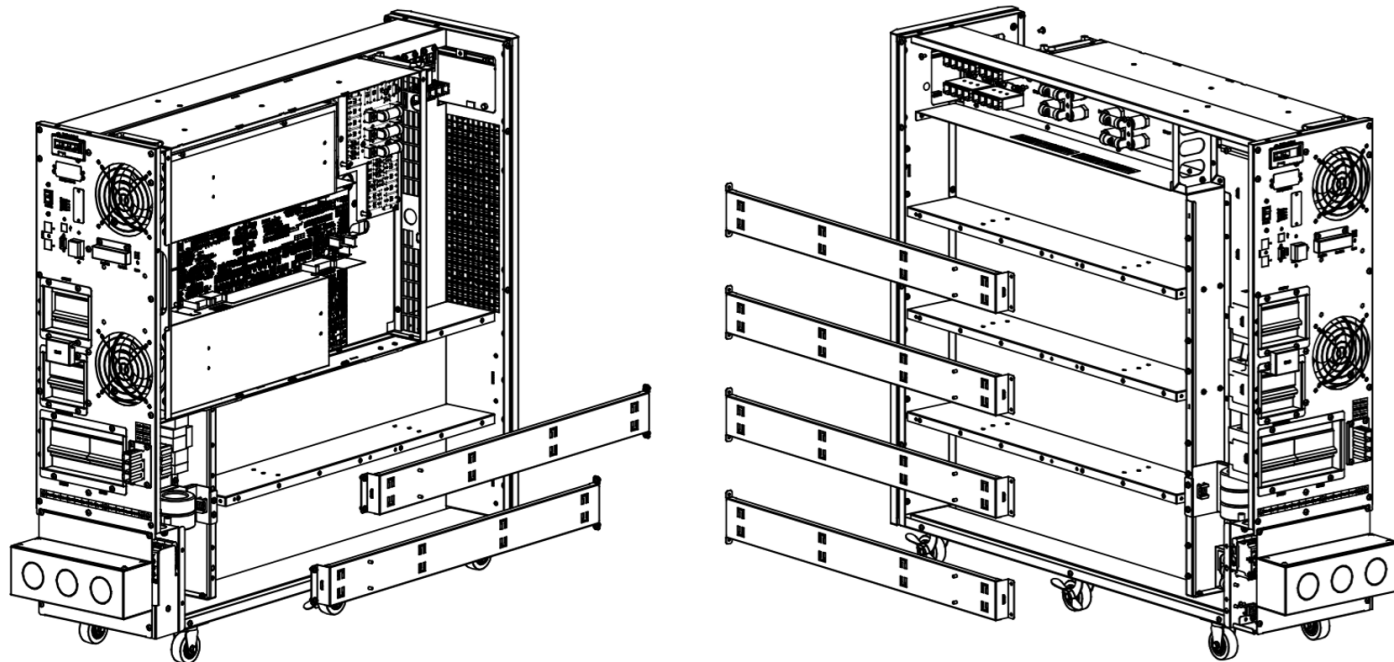

Figure 3-8 : Enlever les barres de support des batteries.
3. Enlever les barres de support des batteries sur le côté droit et le côté gauche de l'onduleur (Figure 3-8).